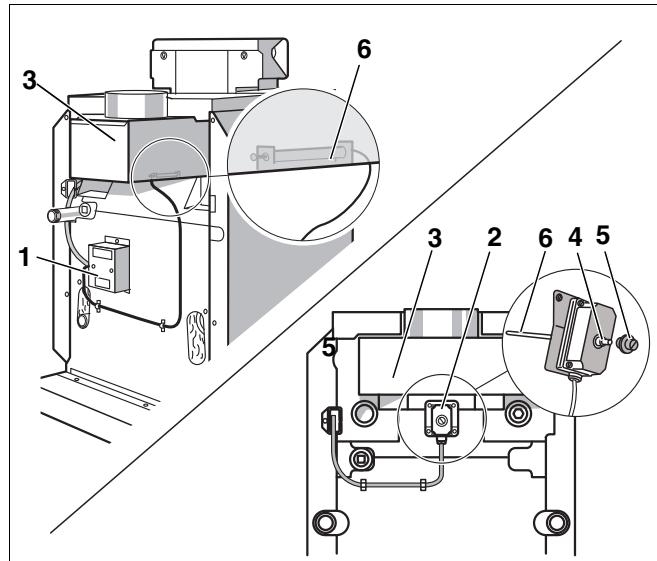

Рис. 6 Системы контроля дымовых газов
- Если имеется теплопотребность, система контроля дымовых газов AW 50 (рис. 6, **поз. 1**) через несколько минут вновь автоматически запускает горелку.
- На системе контроля дымовых газов AW 10 (рис. 6, **поз. 2**) примерно через две минуты снимите защитный колпачок (рис. 6, **поз. 5**) и нажмите разблокировочный штифт (рис. 6, **поз. 4**).